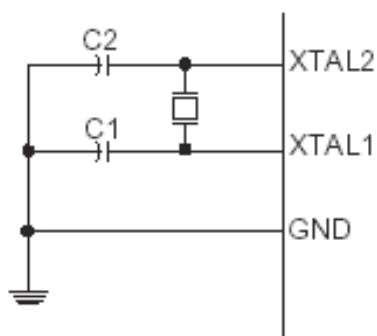

Figure 3. Montage du Quartz.
**Note :** En employant l'oscillateur de type quartz externe, un amortisseur capacitif de l'ordre de 12 à 22 **pF** doit être connecté comme indiqué dans la figure 3.